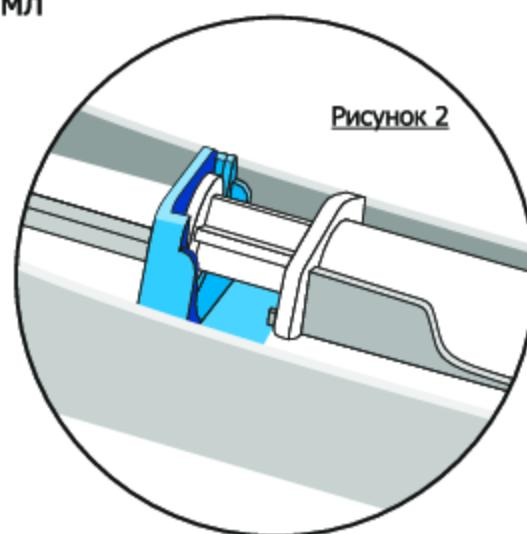

Рисунок 2
- Шприц должен вставляться в своё посадочное место с минимальным расстоянием (менее 1мм) до толкателя поршня, но не упираться в него. Такой шприц идеально подходит для инъектора (Рис. 2).